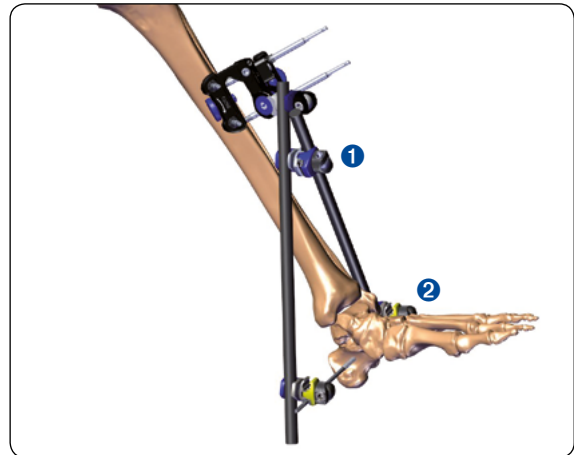

Abb. 16
Verbinden Sie diese Backe (1) mit einem zweiten Carbonstab und diesen mit einer zweiten (lateralen) Übergangsbacke (99-93030) an der Transfix-Schraube (2). (Abb. 16)